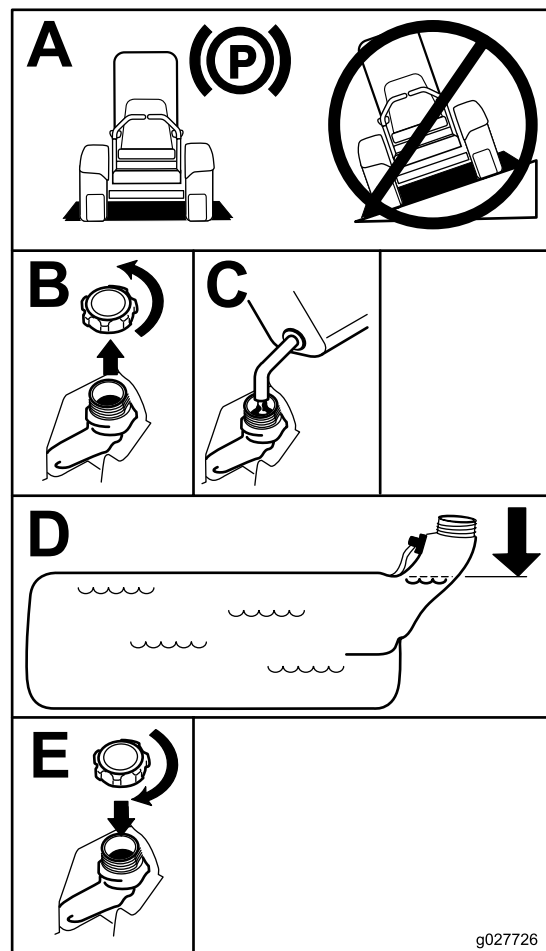

Figure 8
4. Remplissez le réservoir de carburant jusqu'au bas du goulot de remplissage (Figure 8).